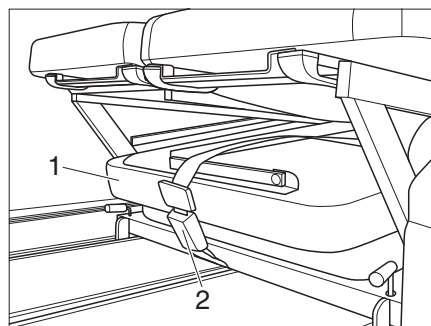

Figure 8 Ranger la rallonge de lit
Pendant la conduite, la rallonge de lit doit être sécurisée avec la ceinture de sécurité (Figure 8, 2) !
- Ranger la rallonge de lit (Figure 8, 1) sous la banquette et la sécuriser avec la boucle de ceinture (Figure 8, 2).